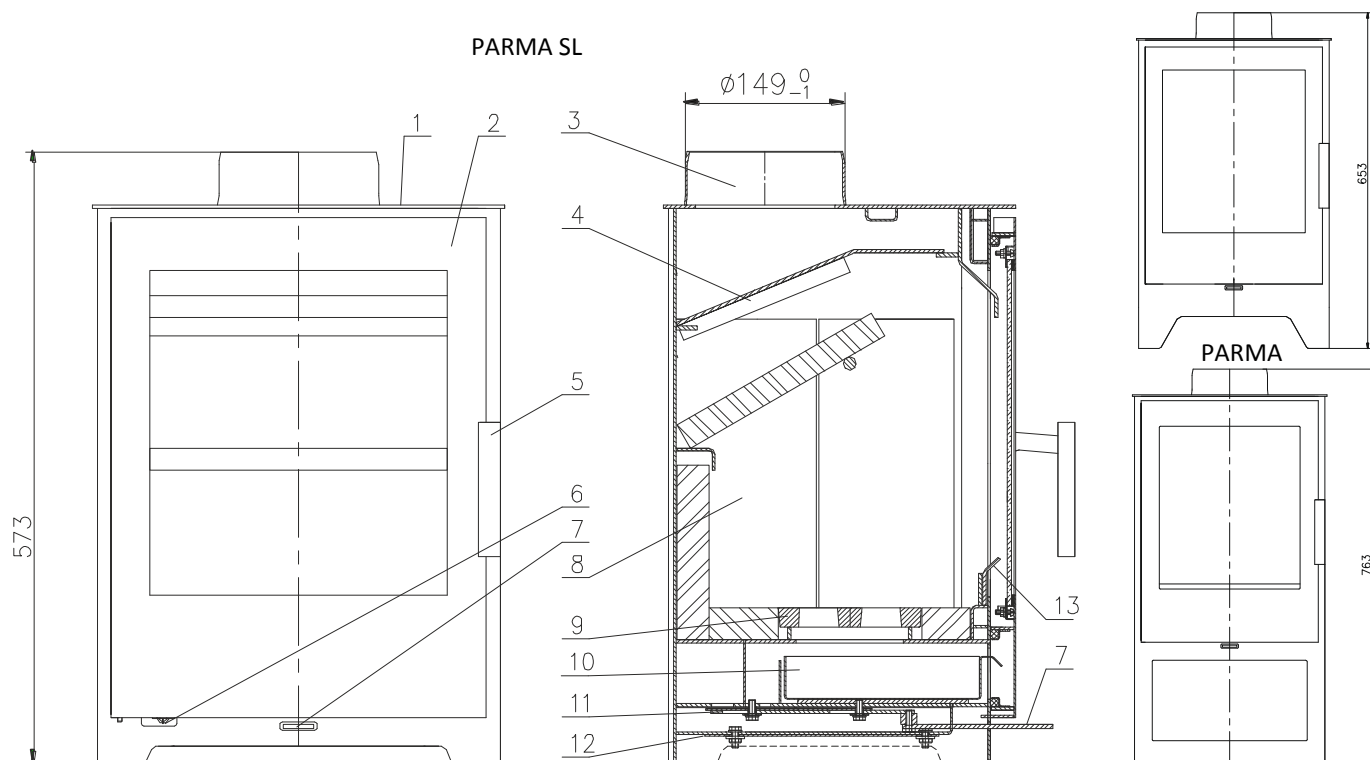
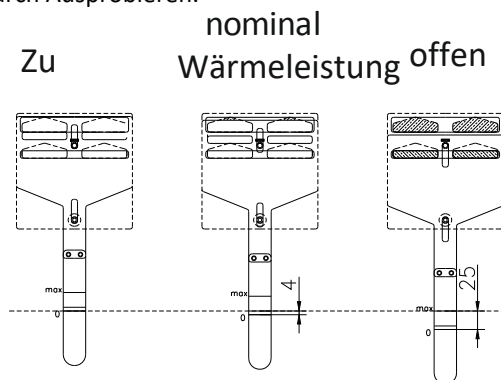

Abb. 1.
Abb. 3
Der Verbrennungsprozess wird durch die Zufuhr von Primär- und Sekundärluft mittels des Reglers gesteuert (Abb. 1, Pos. 7). Die Verbrennungsrate wird durch Ziehen des Hebels von Position „0“ in Position „max“ erhöht (Abb. 3). Dadurch wird mehr Luft zugeführt.
Die Primärluft wird der Brennkammer zugeführt. Sie dient der Zündung des Ofens und der Regulierung der Verbrennungsintensität. Die Primärluftzufuhr wird über den Luftregler (Abb. 3) eingestellt. Durch Ziehen des Luftreglers (Abb. 1, Pos. 11) wird die Heizleistung des Ofens erhöht. Wird er in Richtung Ofen geschoben, verringert sich die Heizleistung. Primärluft ist für eine schnellere Zündung erforderlich. Sie strömt durch den Aschekasten und den Bodenrost in den Brennraum. Der Aschekasten sollte nicht vollständig gefüllt sein, da er sonst die Primärluftzufuhr zur Brennkammer behindert. Der Aschekasten muss regelmäßig gereinigt werden. Die Reinigung des Aschekastens erfolgt nur im kalten Zustand.
Sekundärluft wird verwendet, um Staubablagerungen auf dem Glas zu verhindern. Die Luft wird oberhalb des Deflektors im oberen Bereich der Brandschutztür geleitet. Die Sekundärluftzufuhr wird erhöht, wenn der Luftregler herausgezogen wird (Abb. 3).
- Sobald das Holz gut brennt, wird die gewünschte Wärmeleistung durch Regulierung der Verbrennungsluft erreicht (Abb. 3).